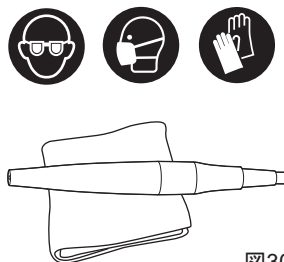

図30
- 3) ハンドピースの外装部と先端部分を水を含ませた布（毛羽立たないもの）で10秒間拭き取ります。（図30）